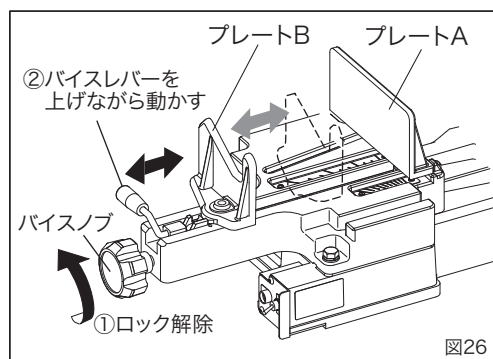

図26
(図26～図31)
ブレードBの移動方法 (図26)
①バースノブを反時計方向に回し、送りねじのロックを解除します。(図26)
②バースレバーを上げながら前後に動かすとプレートBも一緒に前後します。(図26)
①プレートAに沿うように切断材料をバースに乗せます。(図26)